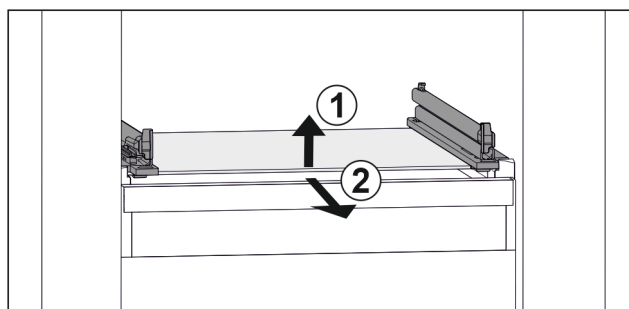

Fig. 167 Príklad zobrazenia sklenenej dosky
- Nadvihnite sklenenú dosku vpredu. Fig. 167 (1)
- Odoberte sklenenú dosku dopredu. Fig. 167 (2)